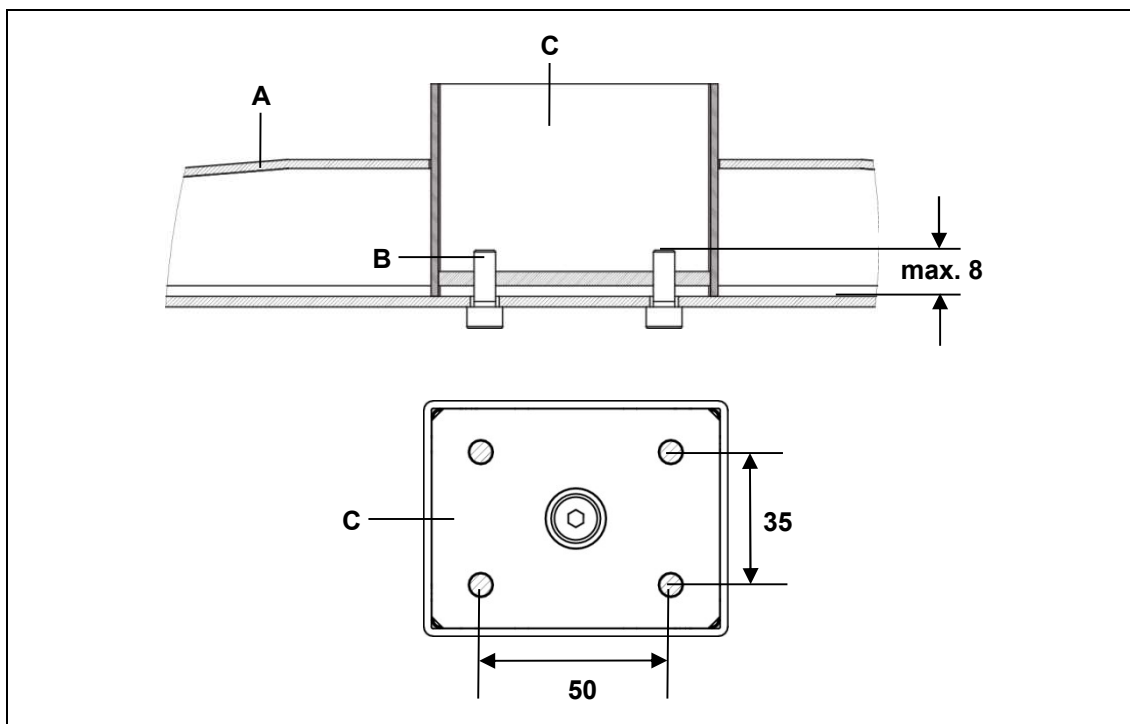
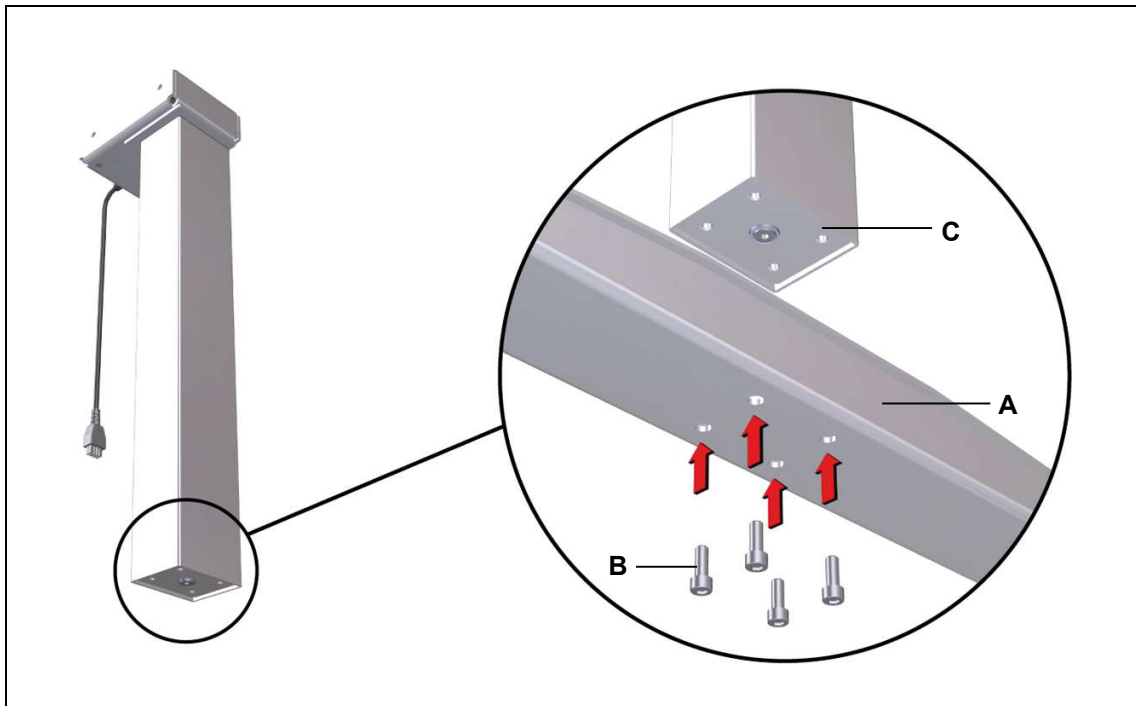

Abbildung 8 Montage Tischfuß (Variante A): (Angaben in mm)
Abbildung 9 Beispiel: Montage Tischfuß (Variante A)
- Verwenden Sie Zylinderschrauben M6 (Festigkeitsklasse 8.8), wie in Abbildung 8 gezeigt. Das Anzugsdrehmoment darf maximal 10 Nm betragen.
- 1 Schrauben Sie den Tischfuß mit vier Schrauben an das Fußende der Hubsäule, wie in Abbildung 9 gezeigt (maximales Anzugsdrehmoment 10 Nm). Die Montagemaße entnehmen Sie Abbildung 8.